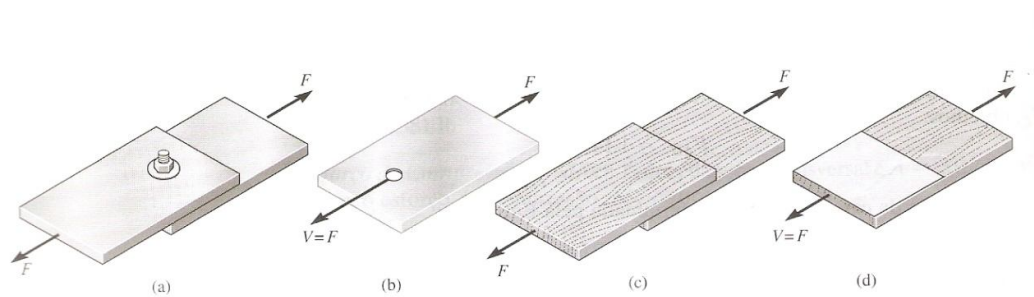

Figura 1.21
*Junta de Cisalhamento Simples – Figura 1.21*